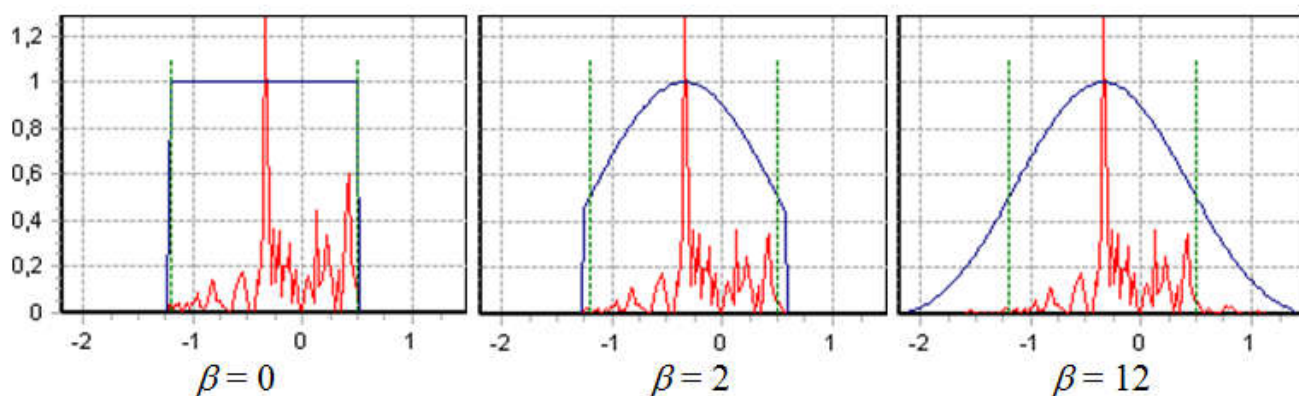

Рисунок 2.194 – Окно Кайзера для разных значений параметра β
- параметром формы β (рисунок 2.194).